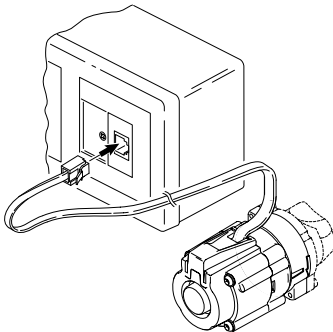

Fig. 23: Pumpenkabel am Modul Heatfixx aufstecken
- Das Pumpenkabel am Modul Heatfixx aufstecken (Fig. 23).